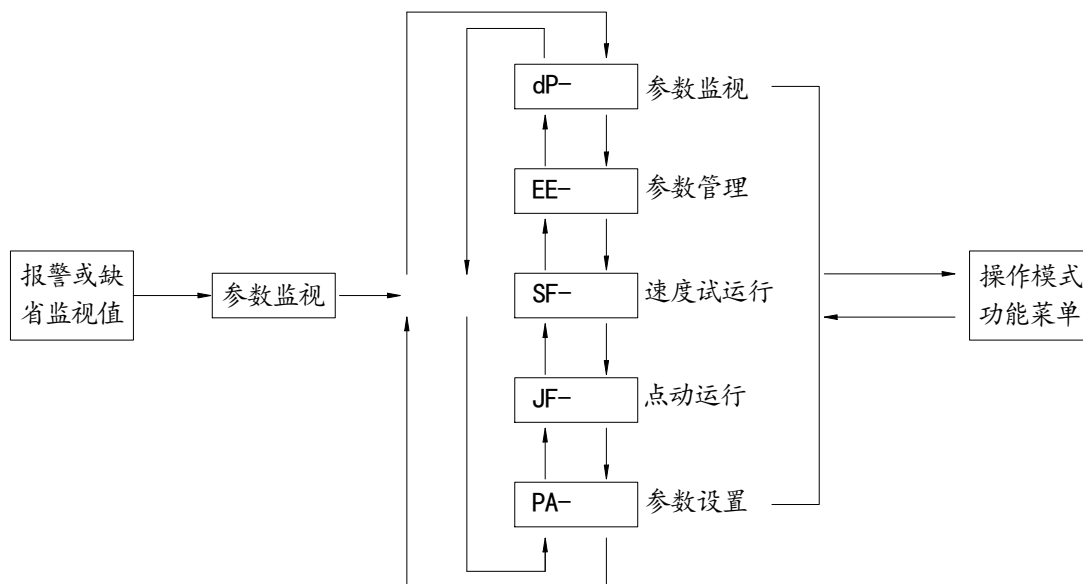

图 3-1 方式选择操作框图
- 3) 系统操作按多层操作菜单执行，第一层为主菜单，包括五种操作模式（如图 3-1 所示）；第二层为各操作模式下的功能菜单。